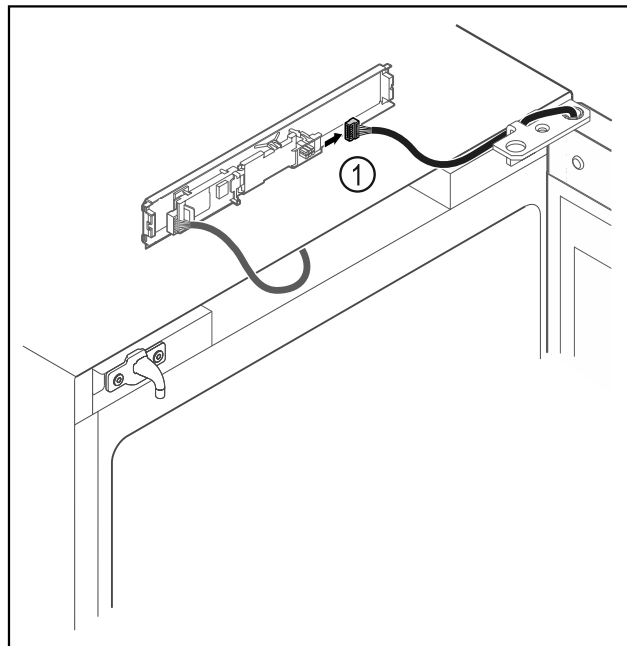

Fig. 15
- ▶ Tõmmake pistik Fig. 15 (1) trükkplaadist välja.